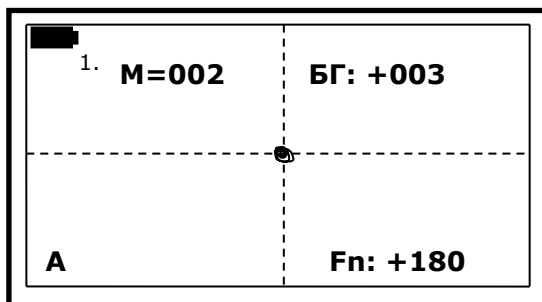

Рис. 16
3. нажмите кнопку [**БГ**]. Прибор перейдет в режим автоматической балансировки по грунту (Рис. 16):